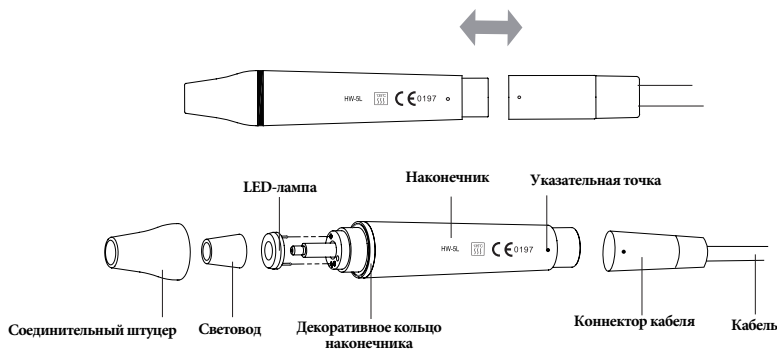

Рисунок 3
3.1 Инструкции по использованию основных компонентов съемного наконечника (см. рис. 3)